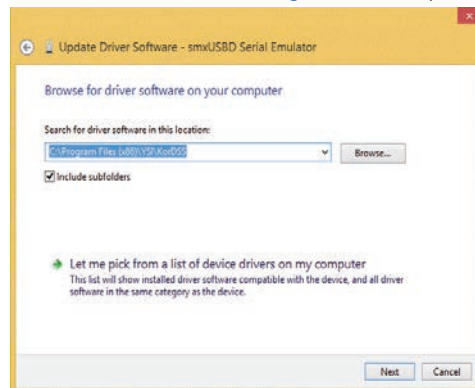

Figura 83 Localização do driver Windows 8/8.1
11. Clique em **Procurar** e navegue para a localização do ficheiro: **C:\Program Files (x86)\YSI\KorDSS** para sistemas de 64 bits ou **C:\Program Files\YSI\KorDSS** para sistemas de 32 bits (Figura 83). Clique em **Seguinte**.